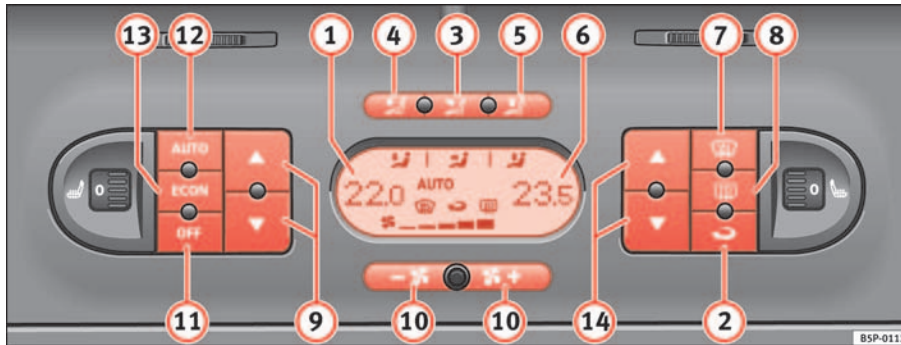

Abb. 127 In der Instrumententafel: Bedienelemente 2C-Climatronic
- Drücken Sie eine der Tasten ⇒ Seite 163, Abb. 127 (3) bis (5), die Taste **ECON** oder drücken Sie die Gebläsetasten (10). Am Display erlischt das Symbol **AUTO**.
- Drücken Sie die Taste  ⇒ Seite 163, Abb. 127 , um den Umluftbetrieb ein- oder auszuschalten. Bei eingeschaltetem Umluftbetrieb erscheint am Display das Symbol .